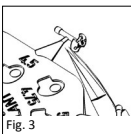

Fig. 3
■ **Fig. 3** Tagliare con un paio di microforbici (REF 8000 172) il sizer prescelto per la misurazione e trasportarlo nell'orecchio medio mediante una ventosa o altro strumento per microchirurgia.